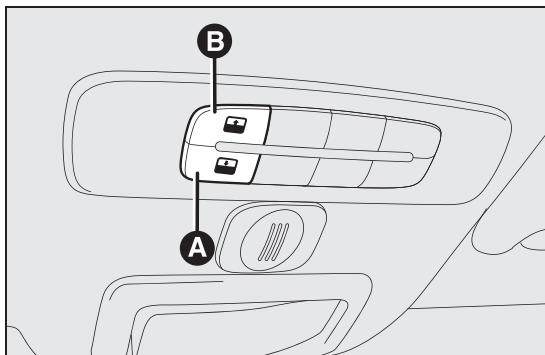

fig. 46
Het open dak kan alleen worden bediend als de contactsleutel in de stand MAR staat. De bedieningsknoppen A en B fig. 46 zitten naast de plafondverlichting voor en dienen respectievelijk voor het sluiten/openen van het open dak.
Druk op knop B fig. 46 en houd hem ingedrukt: het dak wordt geopend in "kantelstand". Om het dak volledig te openen moet u nogmaals op knop B drukken en hem ingedrukt houden: het dak stopt in elk geval in de stand die bereikt is als de knop wordt losgelaten.
Druk op knop A fig. 46 en houd hem ingedrukt: het dak wordt gesloten in "kantelstand". Het dak stopt in elk geval in de stand die bereikt is als de knop wordt losgelaten. Druk nogmaals op knop A en houd hem ingedrukt tot het dak volledig gesloten is.
- ☐ druk op knop A fig. 46 en houd hem ingedrukt tot het dak, stap voor stap, geheel gesloten is